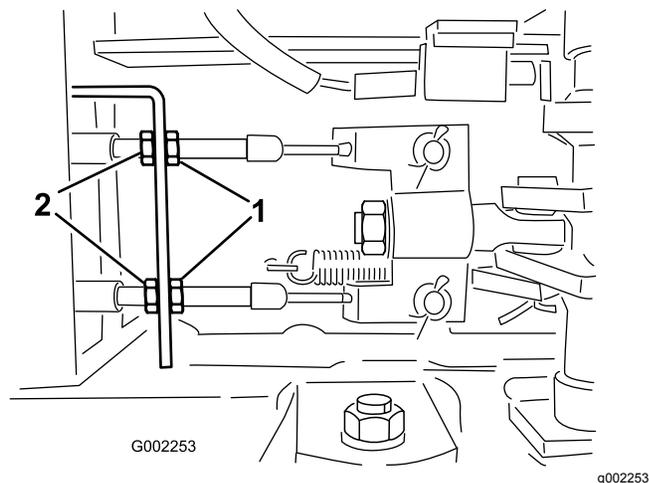

図 94
5. ブレーキケーブルの車両前端側にある前ジャムナットをゆるめる (図 94)。
6. 後ナットを均等に締めて、ブレーキペダルの遊びを 10-20 mm に調整する 図 94。